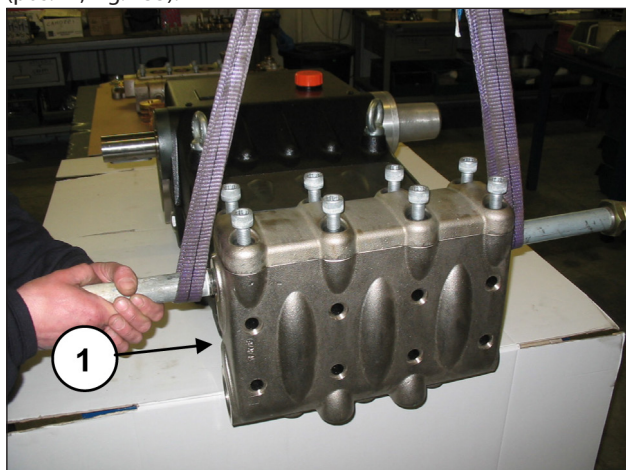
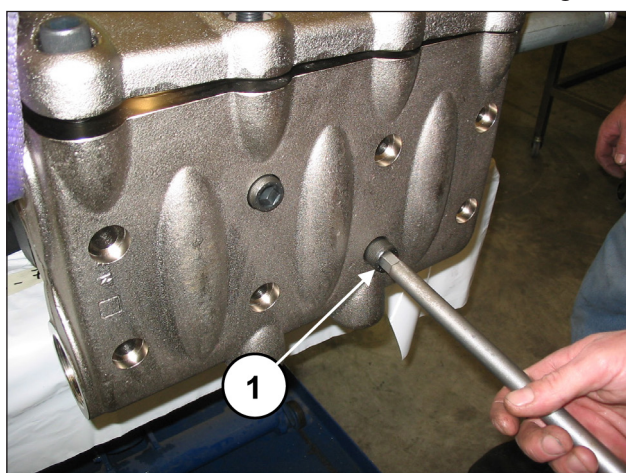

Fig. 134
Fig. 135
Montare la testata sul carter pompa (pos. ①, Fig. 134) facendo attenzione a non urtare i pistoni ed avvitare le 8 viti M16x150 (pos. ①, Fig. 135).
Serrare le 8 viti M16x150 partendo dalle 4 viti interne in modo incrociato (vedere Fig. 135), per poi proseguire con le 4 viti esterne, sempre serrando in modo incrociato